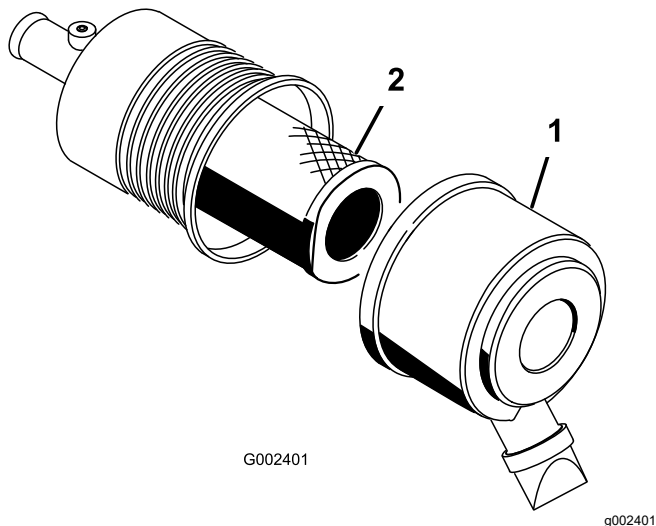

图 54
1. 松开将空气滤清器盖固定到空气滤清器壳体上的搭扣图 54。
2. 从空气滤清器壳体上取下空气滤清器盖 (图 54)。
4. 拆下并更换滤清器图 54。